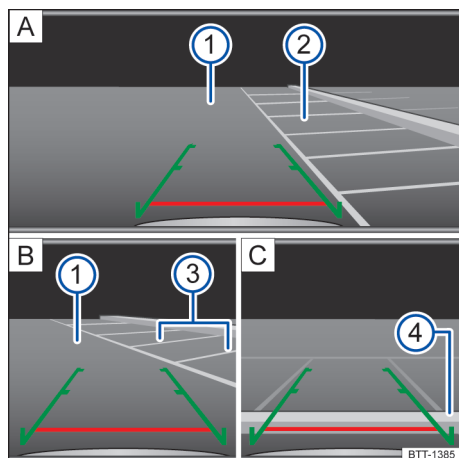

Fig. 109 Visualización de la pantalla del sistema de radio: estacionar con la cámara de marcha atrás.
Legenda para fig. 109:
- Colocar el vehículo delante de la plaza de estacionamiento → fig. 109 ② **A**.
- Conducir hacia atrás lentamente y maniobrar de modo que las guías verdes laterales conduzcan entre la líneas de delimitación de la plaza de estacionamiento seleccionado ② **A**.
- Alinear el vehículo en la plaza de estacionamiento seleccionada de modo que las guías verdes laterales queden sobre las líneas de límite lateral ③ **B**.
- Detener el vehículo cuando la línea roja alcance el límite trasero ④ **C**. <